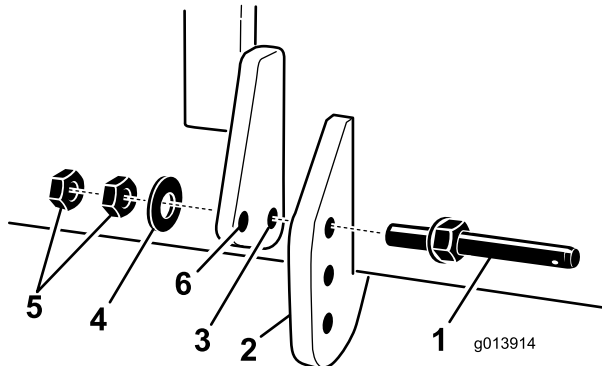

Figura 4
C. Fissare un gruppo perno d'attacco ad ogni braccio di supporto e ad ogni linguetta di montaggio dell'arieggiatore, utilizzando una rondella e 2 dadi di bloccaggio (Figura 4).